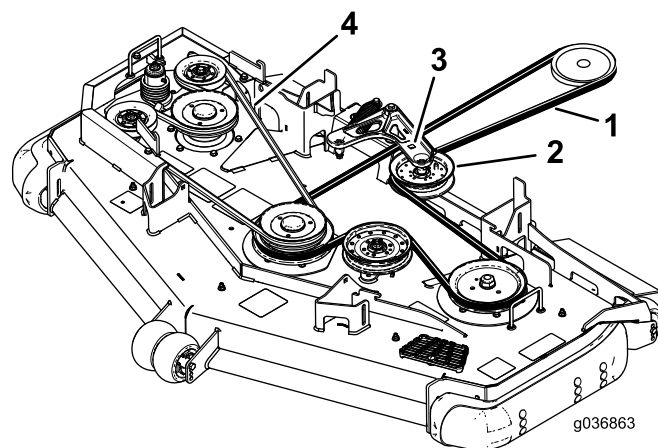

Figura 99
9. Asegúrese de que la pestaña de la guía de la correa entra en contacto con el buje pivotante (Figura 99).
10. Utilizando la llave de carraca en el taladro cuadrado, instale la correa alrededor de la polea tensora tensada con muelle (Figura 99). Asiente los extremos del muelle en las ranuras de anclaje.
6. Utilice una llave de carraca en el taladro cuadrado del brazo tensor para aliviar la tensión del muelle tensor (Figura 99).
8. Pase la correa nueva alrededor de las poleas del cortacésped y de la polea del embrague, debajo del motor (Figura 99).